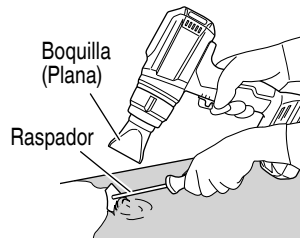

Fig. 13
- Levantamiento de pintura (Fig. 13)